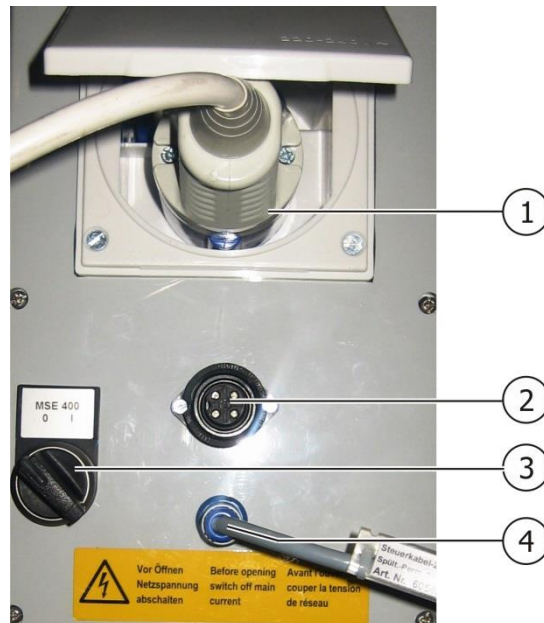

Abb. 6: Innenansicht von vorne, Netzteil
- Schalten Sie die UOA am Netzschalter (Abb. 6:, Pos. 3) ein.